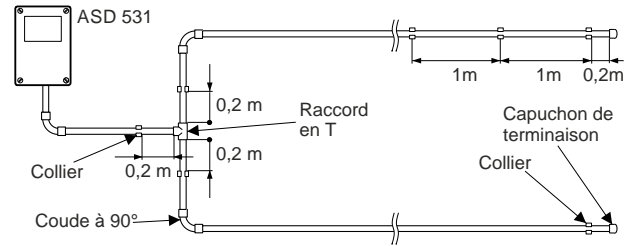

Fig. 34 Coudes à 90°, point de ramification
En cas de pose en ligne droite, la dilatation linéaire sur l'ensemble de la longueur de la conduite d'aspiration (40 m) dans la plage de variation des températures autorisée (20 °C) peut aller jusqu'à **80 mm**. C'est pourquoi il faut impérativement s'assurer que la conduite d'aspiration peut travailler dans les colliers de fixation. C'est pourquoi il faut respecter une distance de 100 mm (0,1 m) entre le dernier collier de fixation. Voir aussi Fig. 34
- À partir des embranchements de la conduite d'aspiration, respecter une distance minimale de 0,2 m entre le raccord en T et les colliers de fixation, Fig. 34.